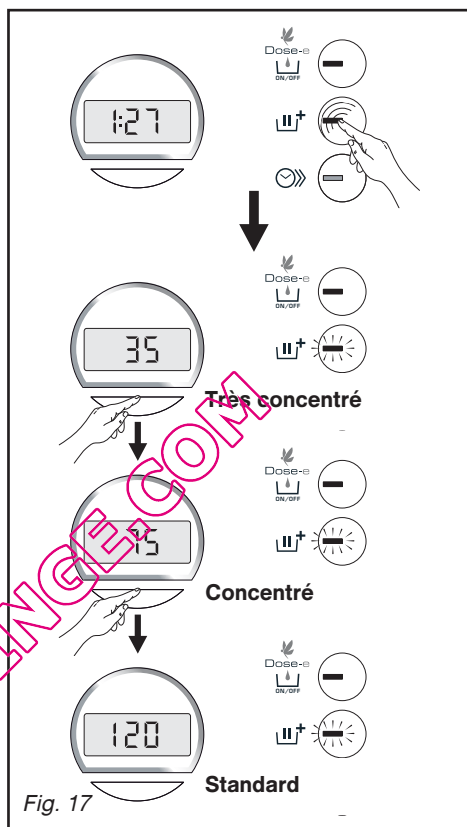

Fig. 17
– Votre machine étant sous tension, faites un appui long sur la touche "  " (Fig. 17).